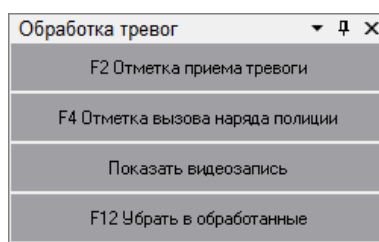

Рисунок 8-11 Панель "Обработка тревог" для выбранного на вкладке "Текущие тревоги" тревожного события объекта системы контроля доступа и других тревог
- Для тревожного события объекта системы контроля доступа и других тревог (см. Рисунок 8-11) – см. п. 8.3.3.1.3;